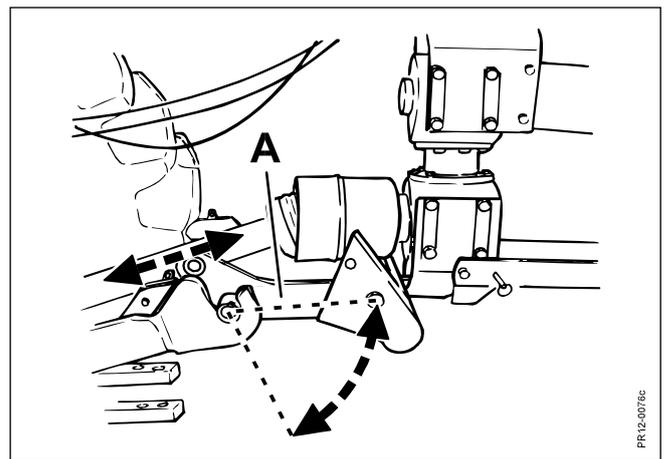

Fig. 2-5
- un recouvrement supérieur à 200 mm dans chaque position. Cela s'applique aux conditions dans lesquelles les suspensions du système Top Safe seront libérées, par exemple en cas de choc avec une pierre ou un autre corps étranger (voir Fig 2-5).